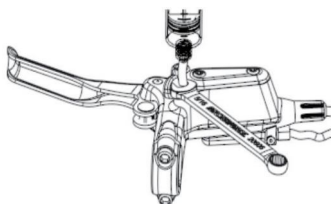

Figure 5-3 Utilisez une clé plate de 8 mm pour desserrer/serrer le filetage du raccord d'huile du corps de l'étrier
- ④ Utilisez une clé plate de 8 mm pour serrer le raccord d'huile du corps principal (tournez dans le sens des aiguilles d'une montre d'environ 1 tour et demi, comme indiqué sur la figure 5-3).
⑤ Remplissage d'huile formel : Tout d'abord, appuyez sur la poignée de frein avec votre main, puis relâchez-la jusqu'à ce qu'aucune bulle ne s'échappe du tuyau de la seringue. Si l'effet n'est pas évident, appuyez d'abord sur la seringue avec votre main pour permettre à l'huile de frein de pénétrer dans le frein à disque, puis retirez la seringue pour expulser les bulles, répétez cette action trois à cinq fois, puis continuez à appuyer et à relâcher la poignée de frein jusqu'à ce qu'aucune bulle ne s'échappe du tuyau de la seringue. Le remplissage d'huile est terminé, retirez la seringue, insérez la buse d'huile dans le corps principal et serrez la vis de remplissage d'huile.